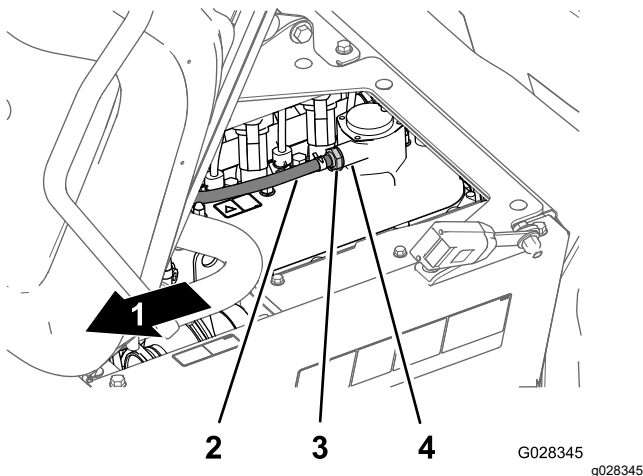

Figure 113
interno no está libre y no suena al sacudirse, sustituya la válvula PCV (Figure 113).
4. Introduzca la válvula PCV hasta que quede correctamente asentada en la junta del acoplamiento de la tapa de válvulas (Figure 113).
2. Retire la válvula PCV del acoplamiento de la tapa de válvulas (Figure 113).